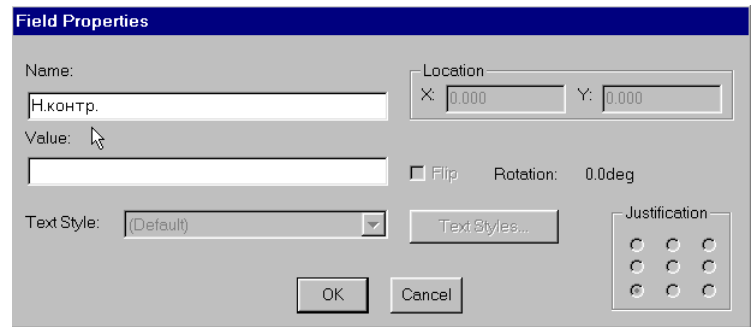

Рис. 4-12. Задание имени нового поля
3) На панели **Field Properties** (свойства поля) (рис. 4-12) в окне *Name* (имя) напечатайте **Н. контр.** Окно *Value* (значение) оставьте пустым.